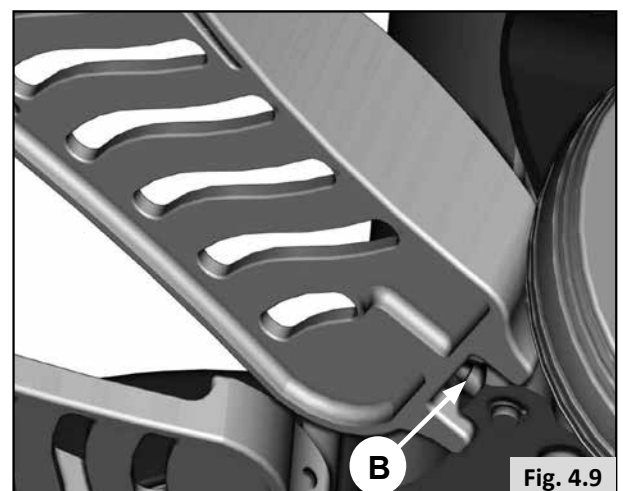

Fig. 4.9
- Klappen Sie das Fußbrett hoch, um den Zugang zur Winkelstellschraube zu ermöglichen (B-Fig. 4.9).